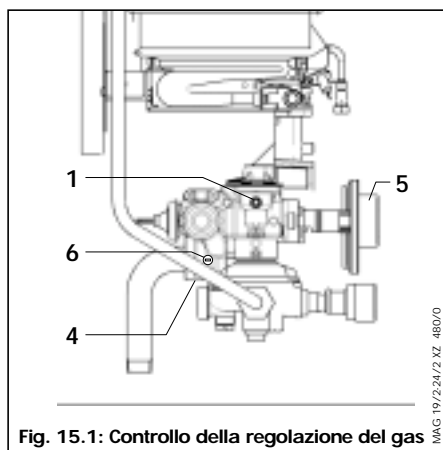

Fig. 15.1: Controllo della regolazione del gas
- Regolare la pressione ugelli alla vite (6, fig. 15.1), seguendo i valori della tabella a pag. 25
- Controllare la tenuta del collegamento a vite (5) del raccordo bruciatore.